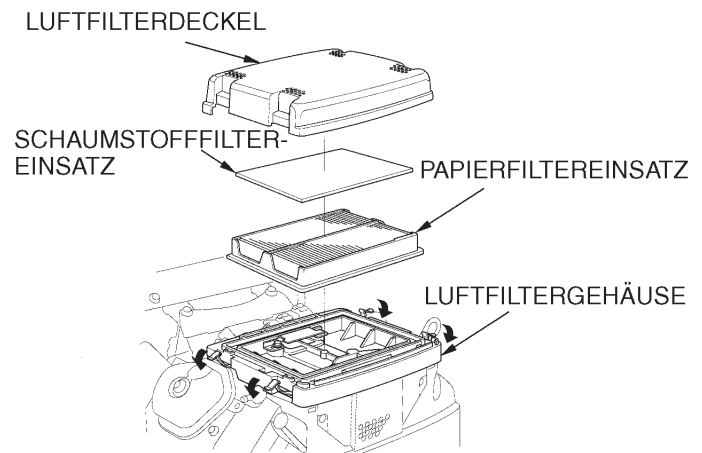

Abbildung 12. Luftfilterkomponenten
1. Die vier Schnallen (Abbildung 12) der Luftfilterabdeckung lösen und die Abdeckung entfernen.